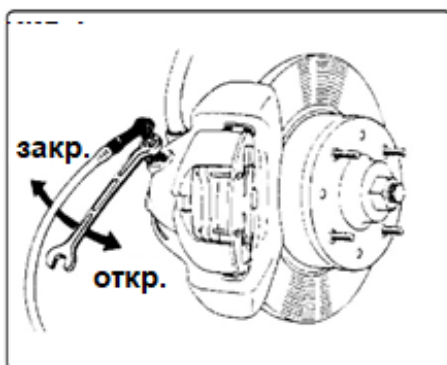

Рис. 2
8) Установите черную резиновую трубку на тормозной патрубке на первом тормозном суппорте и откройте патрубок примерно на четверть оборота (рис.2).
11) Закройте тормозной патрубок (рис.2).